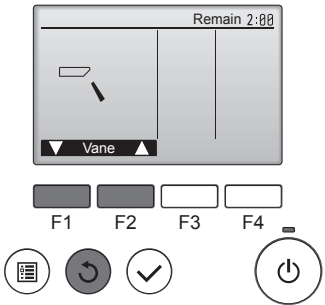

Fig. 8-4
- Pulse el botón [ACEPTAR] para visualizar la pantalla de funcionamiento Deflector, y luego pulse los botones [F1] y [F2] para comprobar el sistema automático de desviación del aire. (Fig. 8-4)